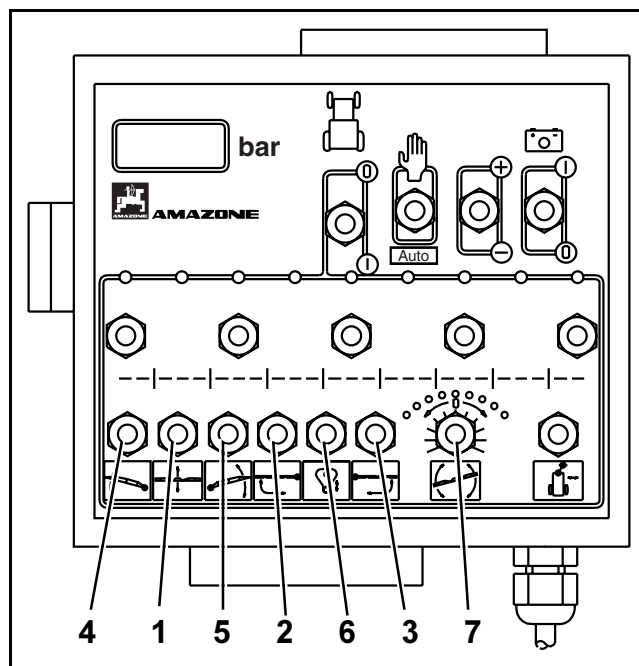

Рис. 114
- Устройство гашения колебаний разблокируется и блокируется при помощи клавиши (Рис. 114/6).